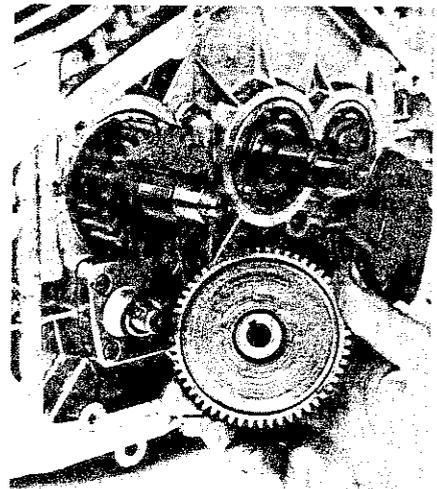
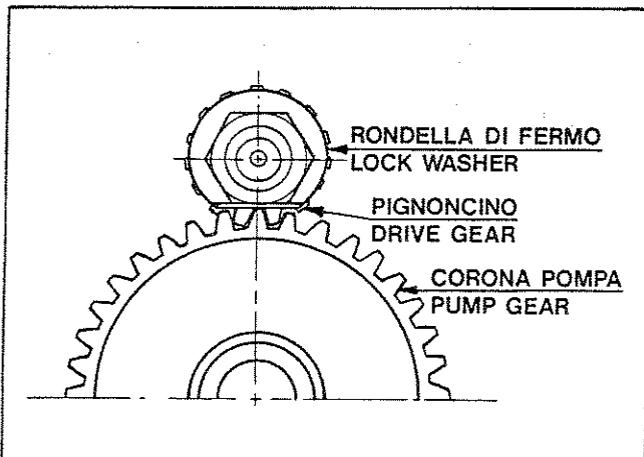

Fig. 87
Fig. 88
- 2) Togliere la corona dentata fissata con un anello seeger (Fig. 87) (è possibile togliere la corona dentata anche senza svitare il dado del pignone della trasmissione primaria: in corrispondenza al punto in cui la rondella di fermo in lamiera del dado è ripiegata, è possibile sfilare i denti della corona della pompa da quelli del pignoncino di comando) (Fig. 88).
- 2) Remove the gear wheel secured by a Seeger type circlip (Fig. 87) (it is possible to remove the gear wheel without unscrewing the primary drive gear: aligning the side of the gear where the lock washer tab is bent, it is possible to slide the oil pump gear teeth off the primary drive gear ones) (Fig. 88).